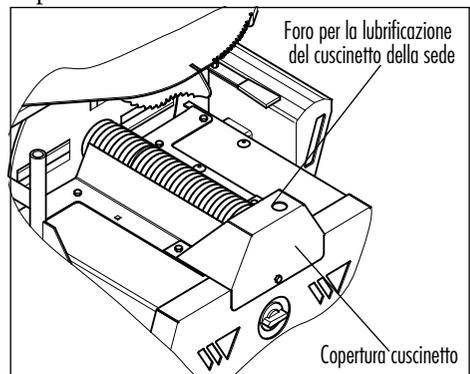

Figura 16 - Foro per la lubrificazione
- Premere il calibro contro il punzone di avanzamento. In questo modo si registrano le lame ed i distanziali le une rispetto agli altri (vedere Figura 16 - Registrazione delle lame di avanzamento).
Allentare pertanto i dadi esagonali a chiusura automatica, smontare le lame e i distanziali e riaffilare (vedere Figura 16 - Registrazione delle lame di avanzamento).